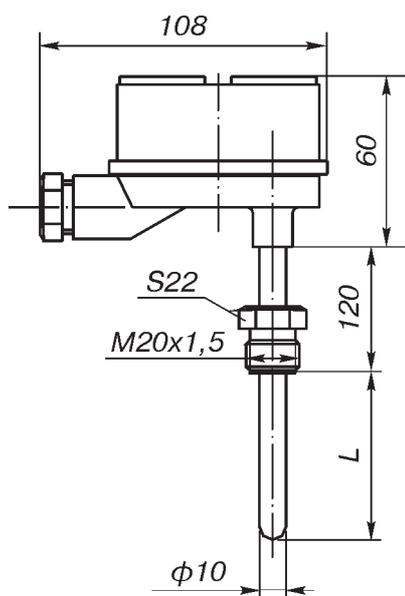

Рис. 1.
**Материал соединительной головки (рис. 1, 2):**
**Материал соединительной головки:** алюминиевый сплав (рис. 1а-2а).